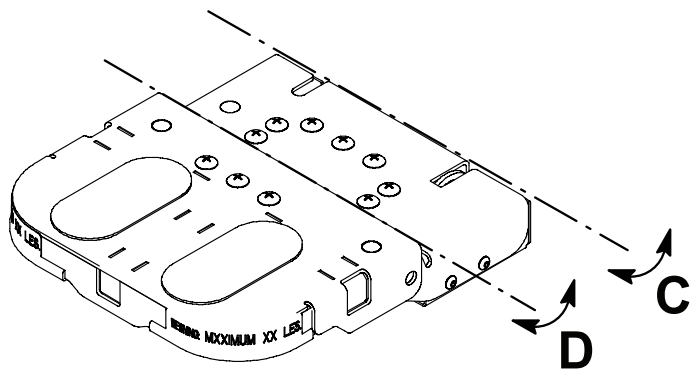
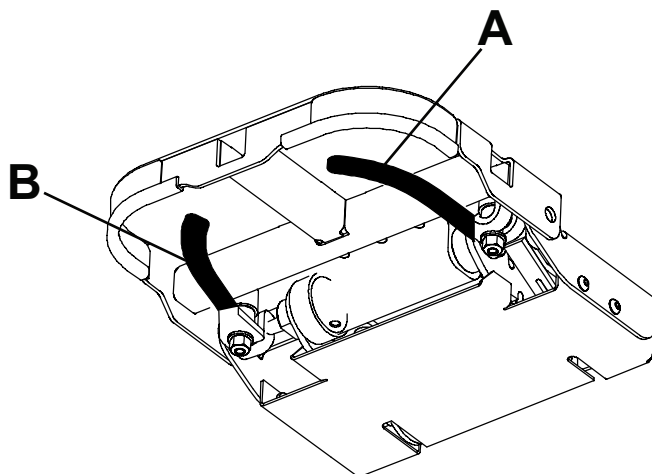

Figura 8 – Rotação da peça de cabeça
Figura 9 – Localização das pegas
- A pega (A) (Figura 9) liberta um fecho e roda a peça de cabeça sobre o eixo (C) (Figura 8).
- A pega (B) (Figura 9) liberta o outro fecho e roda a peça de cabeça sobre o eixo (D) (Figura 8).